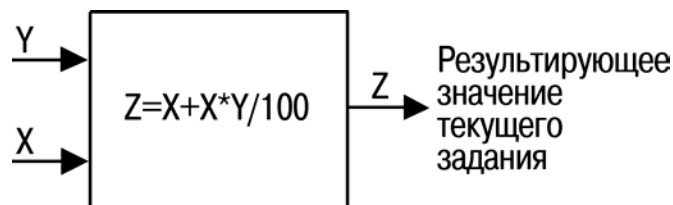

Рисунок 3.4
Сумма фиксированной и переменной величин (обозначена Y на рисунке 3.4) умножается на фактическое задание (обозначено X на рисунке). Это произведение добавляется к действующему заданию:  $[X + (X) \times (Y / 100)]$ , рисунок 3.4.